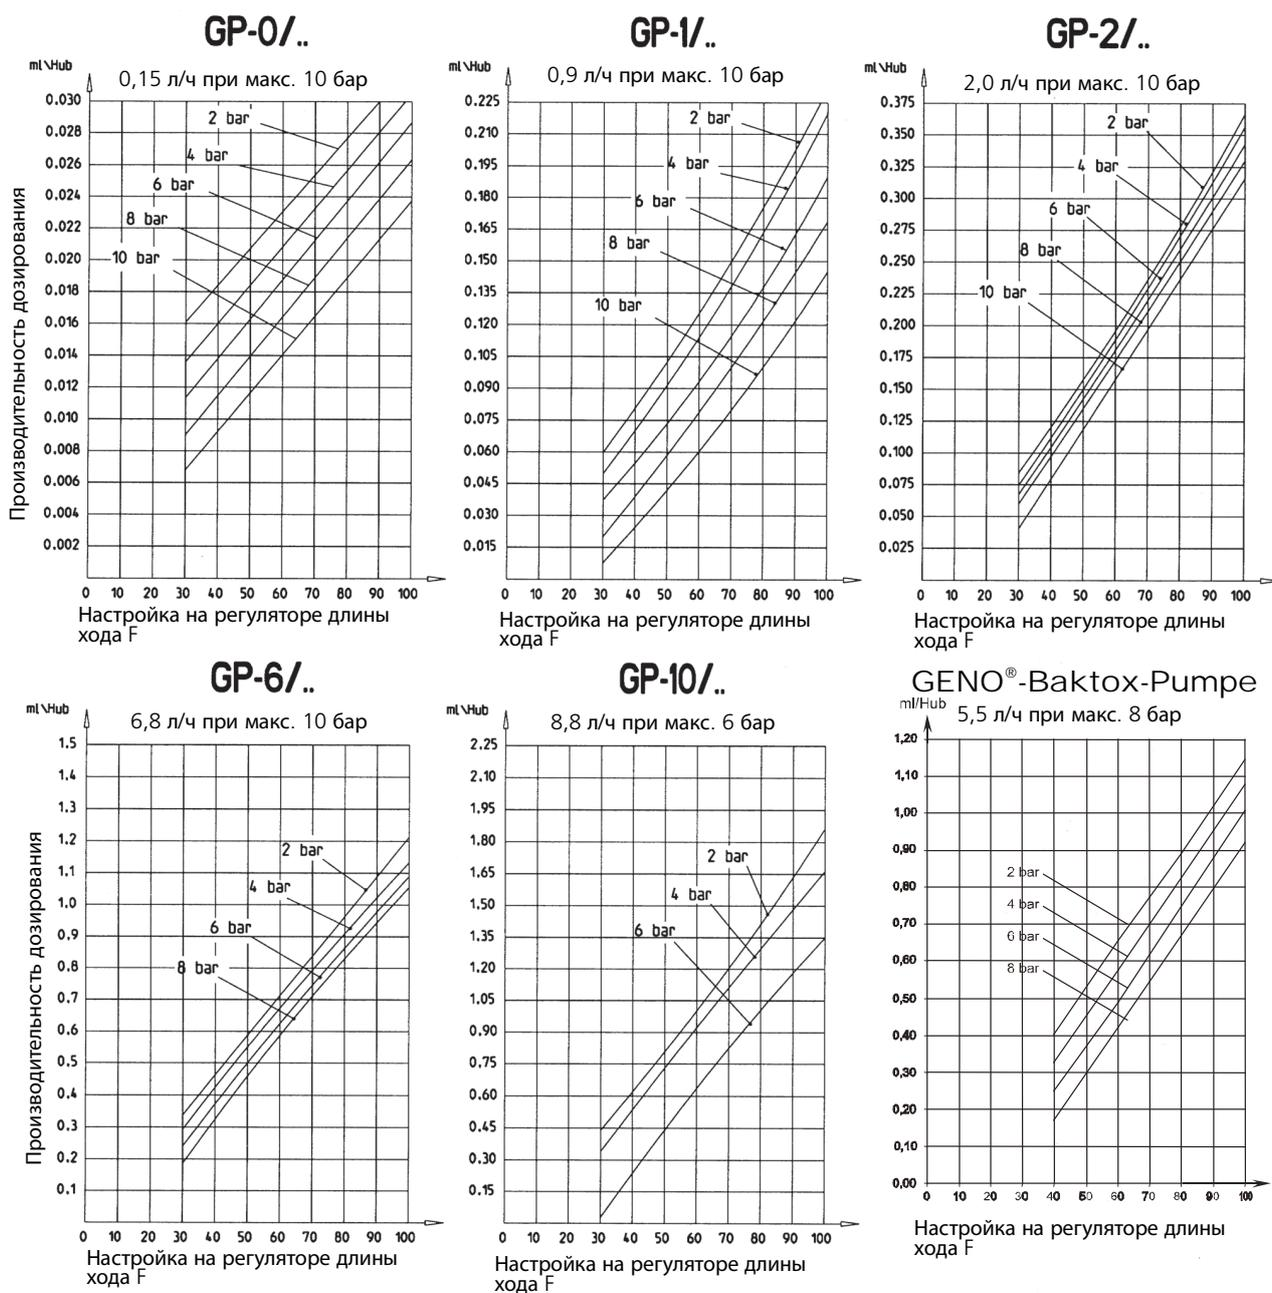

Рис. 7: Производительность дозирования (л/ч) при максимальной частоте дозирования (109 ходов/мин при 50 Гц)
- e) Отрегулировать нужную производительность дозирования (см. пункт 7, рис. 7 «Производительность дозирования»).
На основании полученного значения можно выбрать соответствующий насос согласно диаграммам дозирования (см. пункт 7, рис. 7 «Производительность дозирования»). В данном примере оптимальным по размеру является насос GENODOS® GP-1/... Поскольку речь идет о дозировании в зависимости от расхода, необходимо выбрать систему управления с возможностью внешнего управления. В связи с высоким количеством импульсов контактного водомера в данном случае требуется насос с возможностью деления импульсов (настройка на T8). Следует использовать насос GENODOS® GP-1/40 с регулировкой хода ок. 72% при давлении в системе 6 бар.